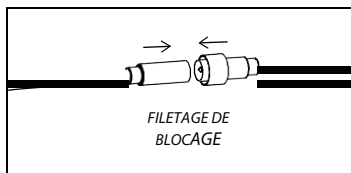

Figure 3
3. Veuillez connecter le boîtier d'alimentation à distance au luminaire et serrer le connecteur à l'aide de la main. La flèche sur les parties mâles et femelles du connecteur entre le pilote et le câble de luminaire doivent se correspondre. (Figure 3)